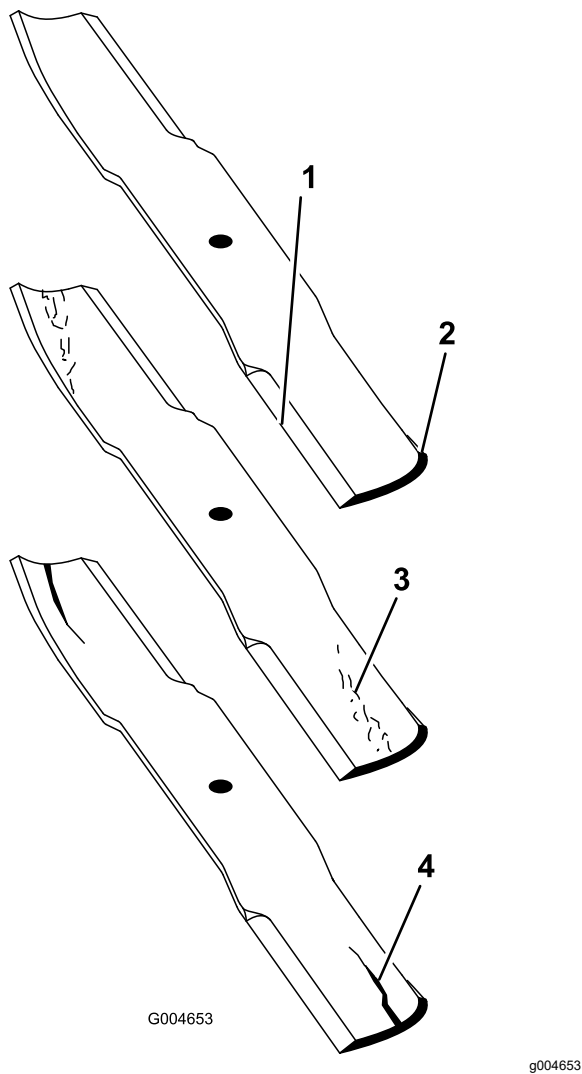

**Figura 130**
2. Examinați cu atenție capetele de tăiere ale lamei, în special acolo unde se întâlnesc părțile plate i curbate ale lamei (Figura 130).
**Notă:** Deoarece nisipul i materialele abrazive pot îndepărta metalul care unete partea plată cu cea curbată a lamei, verificați lama înainte de a utiliza maina de tuns iarba. Dacă se constată semne de uzură (Figura 130), înlocuiți lama.